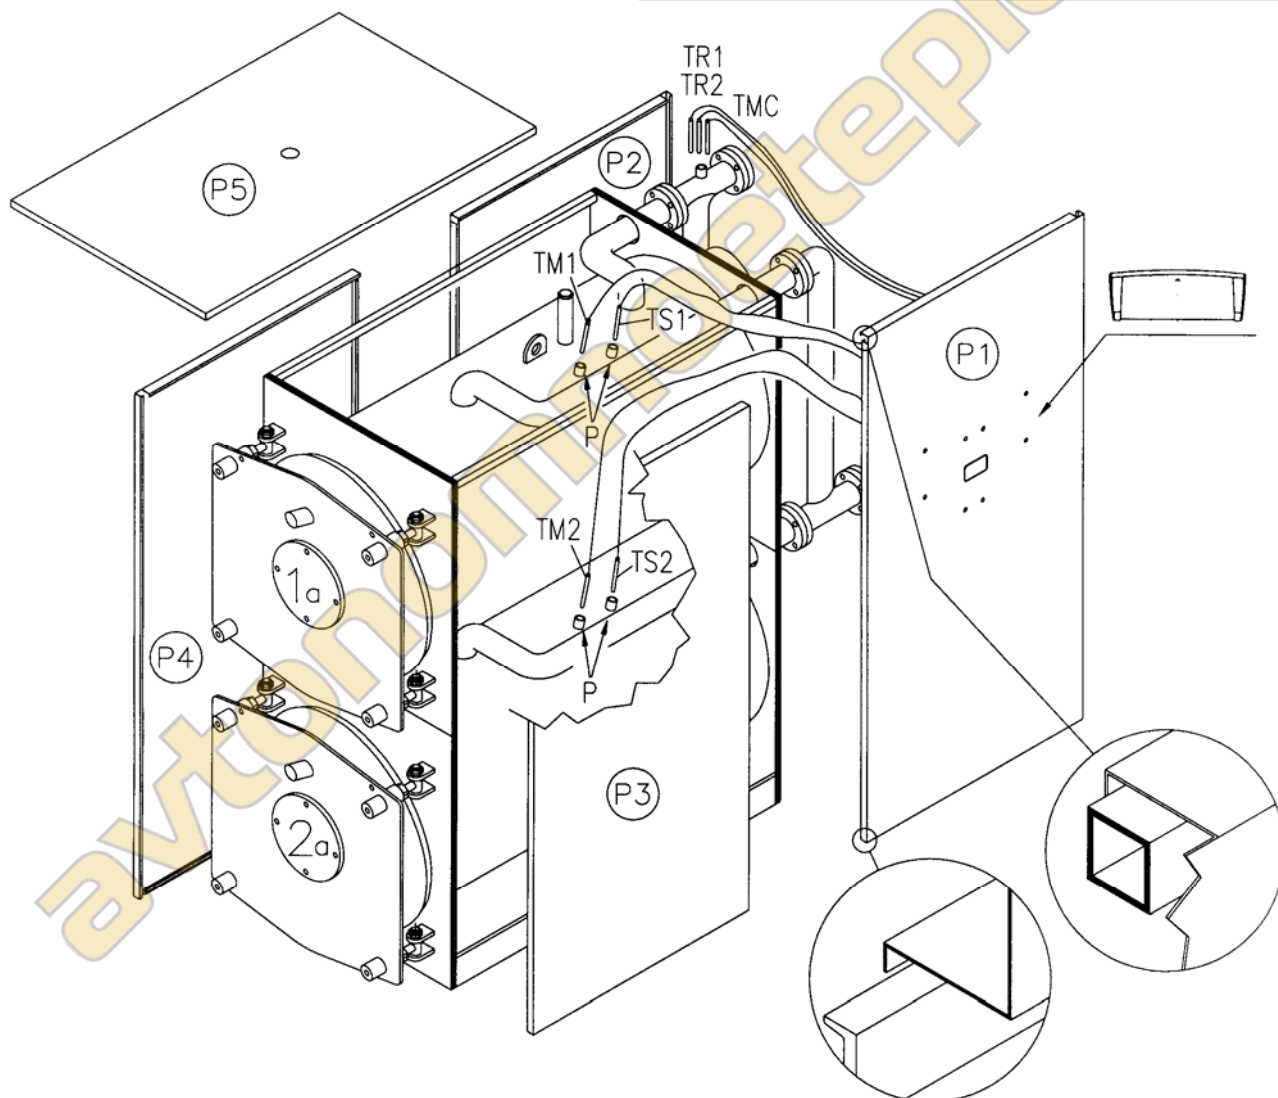

Рис. 10
4.4 ОБШИВКА КОТЛА REX DUAL/REX DUAL F 14÷70 (Рис. 10)
- a) Обернуть стекловатой корпус котла, оставив видимыми зумпфы для колб (P), расположенные на правой стороне.